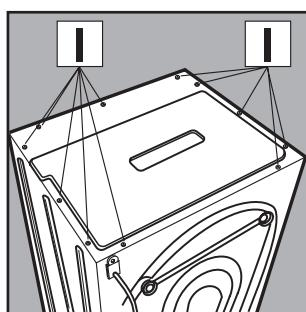

Fig. 13
2. Togli la copertura svitando le viti **I [fig 13].**